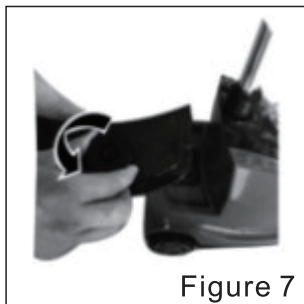

Figure 7
- ⑦ Tournez le bouton du réservoir d'eau dans le sens antihoraire (Figure 7), remplissez le réservoir d'eau avec de l'eau, serrez le bouton.